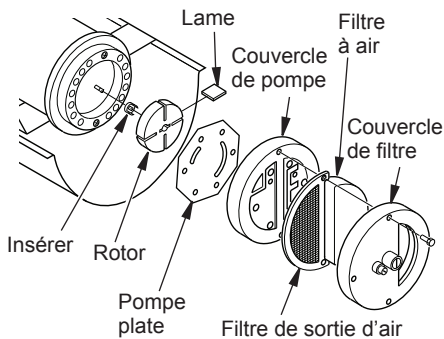

Figure 17 - Localisation du rotor
2. Enlever le filtre vis du couvercle d'extrémité utilisant 5/16" tourne-écrou (voir la figure 17).